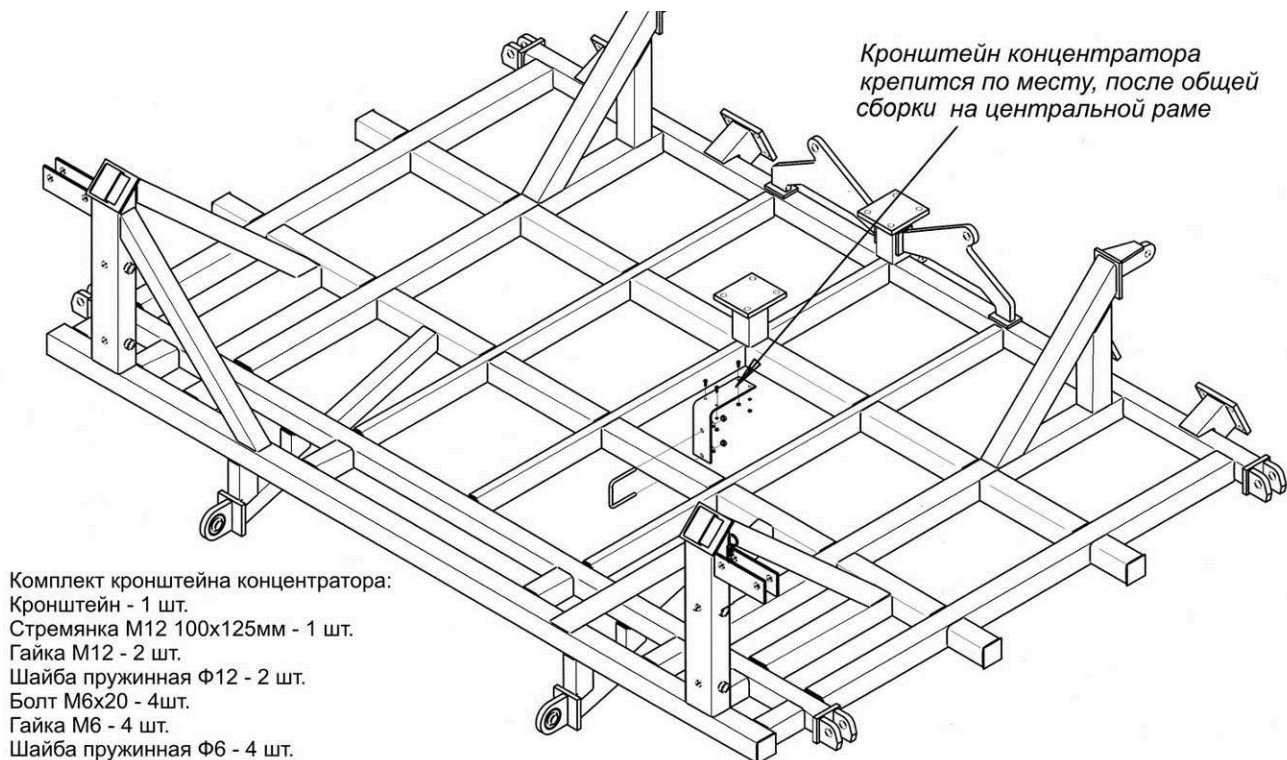

Рис.5.4.1. Крепление кронштейна концентратора.
5.4.2. Кронштейн концентратора устанавливается по месту примерно в центре главной рамы после общей сборки ПК (рис. 5.4.1).